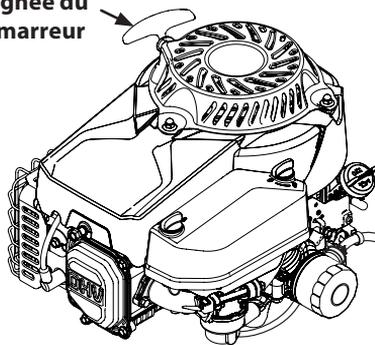

Figure 6
5. Tirez sur la poignée du démarreur à lancer rapidement et de façon continue. Voir la Figure 6. Laissez la corde revenir lentement sans lâcher la poignée. Répétez jusqu'à ce que le moteur tourne. Laissez la corde revenir lentement chaque fois. Si le moteur ne démarre pas après trois essais, répétez les instructions précédentes (placez la commande d'accélération à la position RAPIDE).